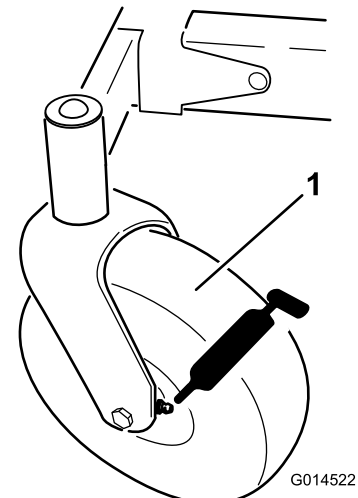
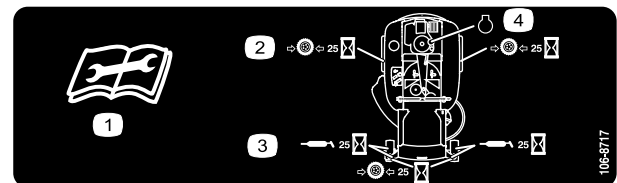

Figura 30
Figura 31
3. Limpie con un trapo los puntos de engrase (Figura 30) y (Figura 31).
4. Conecte una pistola de engrasar a cada punto de engrase (Figura 30 y Figura 31).